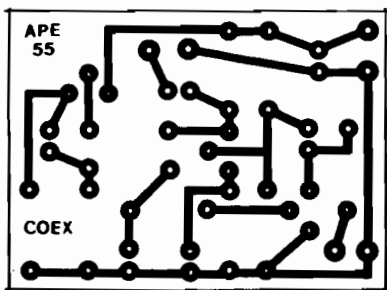

Fig.2
- FIG. 2 - LAY OUT DO CIRCUITO IMPRESSO ESPECÍFICO - Sem a menor complicação, o padrão cobreado de ilhas e pistas, em tamanho natural, é visto na figura... Sua grande simplicidade permite até que a traçagem (após a cópia com carbono, sobre a face cobreada de um fenolite virgem...) seja feita por métodos manuais, com caneta apropriada e tinta ácido resistente (a ausência de integrados facilita esse método menos sofisticado de confecção...). Entretanto, quem quiser um acabamento "bonitinho" e profissional (feito apresenta o diagrama...), deve recorrer aos decalques ácido-resistentes, que sempre promovem uma estética melhor... Não esquecer da "velha" e obrigatória verificação final, cuidadosa, na busca de defeitinhos (falhas, "curtos", etc.) que devem ser corrigidos antes de se começar a inserção e soldagem das "pernas" dos componentes... Os Leitores/Hobbystas iniciantes devem também ler com atenção as INSTRUÇÕES GERAIS PARA AS MONTAGENS, onde fatores fundamentais para a boa confecção e utilização de Impressos são devidamente detalhados...